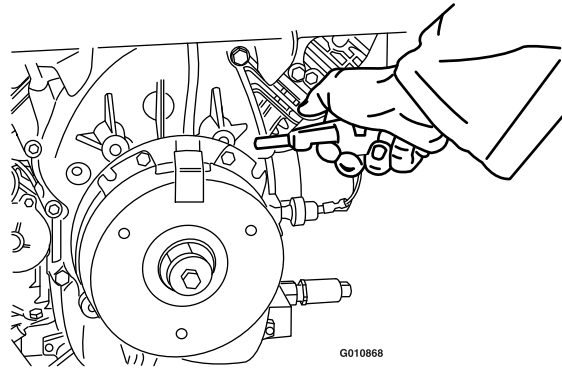

Figura 63
3. Utilizar un compresor de aire, elimine cualquier residuo de debajo del polo de freno y de alrededor de los espaciadores del freno (Figura 63).